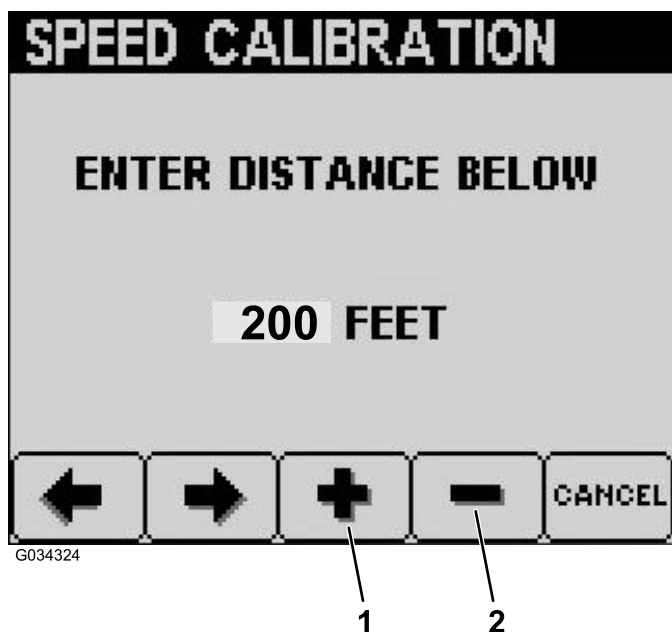

Figure 32
- Appuyez sur le bouton 3 pour augmenter la distance souhaitée ou sur le bouton 4 pour la réduire (Figure 32).